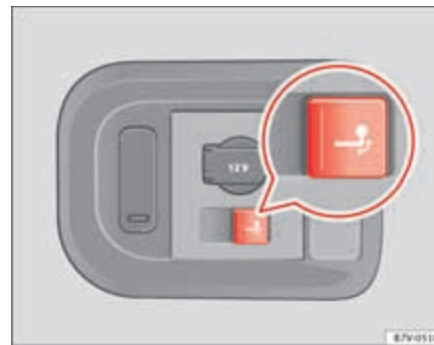

Fig. 163 Lado derecho del maletero: botón para bascular eléctricamente la rótula del enganche.
- Tire brevemente del botón ⇒ fig. 163. La rótula se desbloqueará eléctricamente y basculará por sí misma hacia afuera; el testigo de la tecla parpadeará.
- Tire brevemente del botón ⇒ página 271, fig. 163. La rótula se desbloqueará eléctricamente; el testigo de la tecla parpadeará.